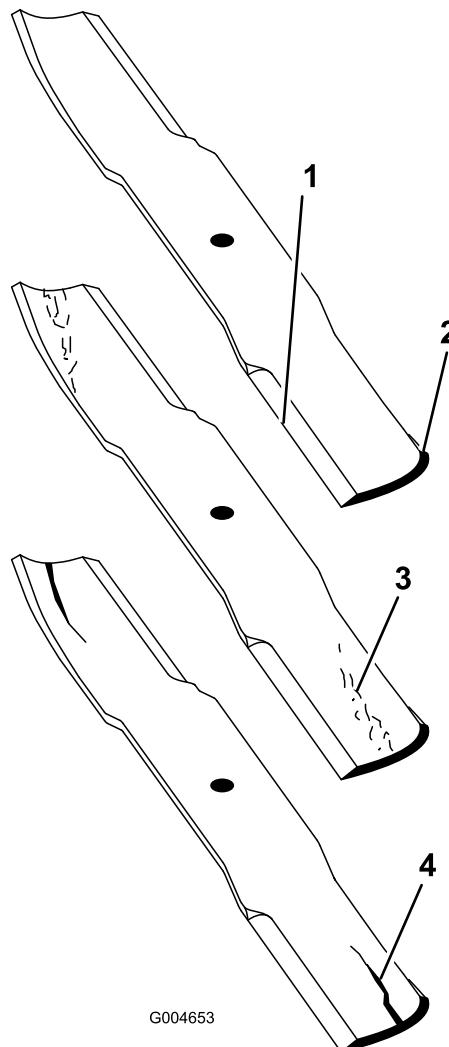

図 65
1. 刃先の部分を点検する（図 65）。刃先部分が鋭利でなかつたり、打ち傷がある場合には、ブレードを外して研磨する。「ブレードの研磨」を参照。
2. ブレードを点検し、特にセール部をよく観察する（図 65）。破損、磨耗、割れの発生などがあれば（図 65）、直ちに新しいブレードに交換する。